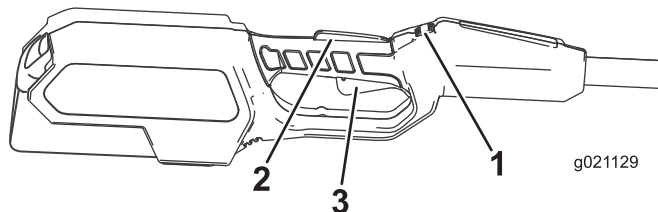

Figure 8
4. Pour mettre la débroussailleuse en marche, maintenez le commutateur de verrouillage enfoncé, puis serrez la poignée d'actionnement (Figure 8).
Pour arrêter la débroussailleuse, relâchez la poignée d'actionnement (Figure 8).